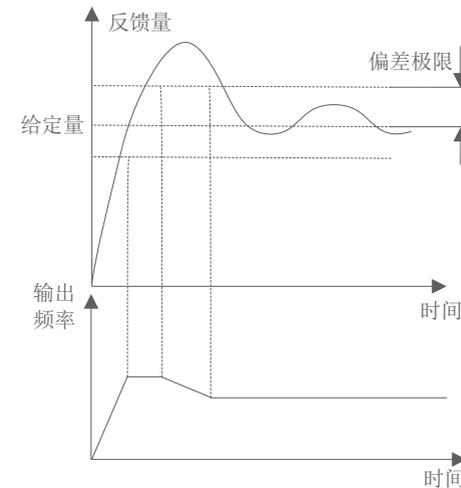

图7-14-8 偏差极限示意图
1. 图7-14-8横轴0%~100%定标模拟量-10V~10V,模拟输入量10V对应100%,-10V对应0%,6V时即对应80%。
系统输出值相对于闭环给定值允许的最大偏差量，如图7-14-8所示，当反馈量在此范围内时，闭环调节器停止调节。此功能的适当设置有助于兼顾系统输出的精度和稳定度。